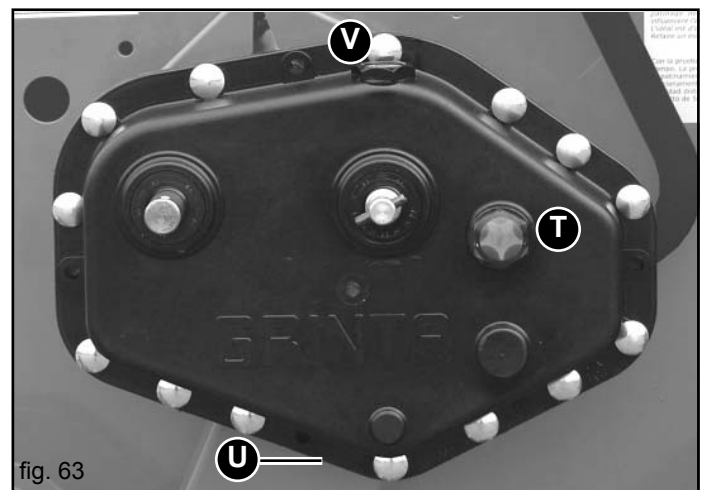

fig. 63
- Den Ölstand im Getriebegehäuse überprüfen und gegebenenfalls bis zum Stand auffüllen (T, Abb. 63). Es wird empfohlen, den gleichen Öltyp (ACER 22) zum Auffüllen zu verwenden.
- Ölablaufstutzen (U Abb. 63);
- Öleinfüllstutzen (V Abb. 63).